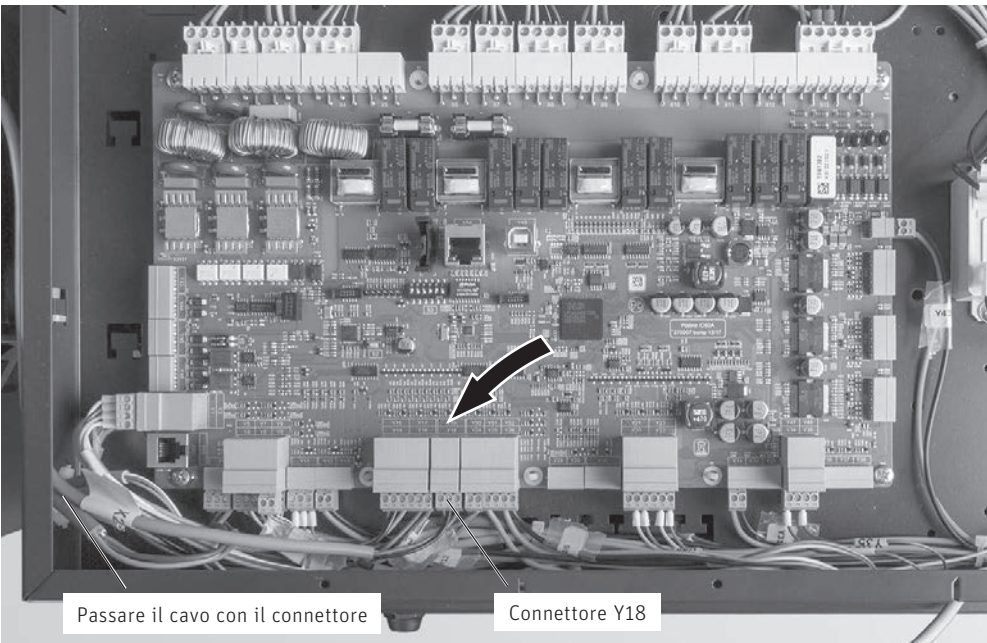

Fig. 111 Inserire l'interruttore di prossimità (connettore Y18)
- Portare il cavo dell'interruttore di prossimità superiore della stiva con il connettore al quadro di comando e inserirlo nel connettore Y18 – Fig. 111.